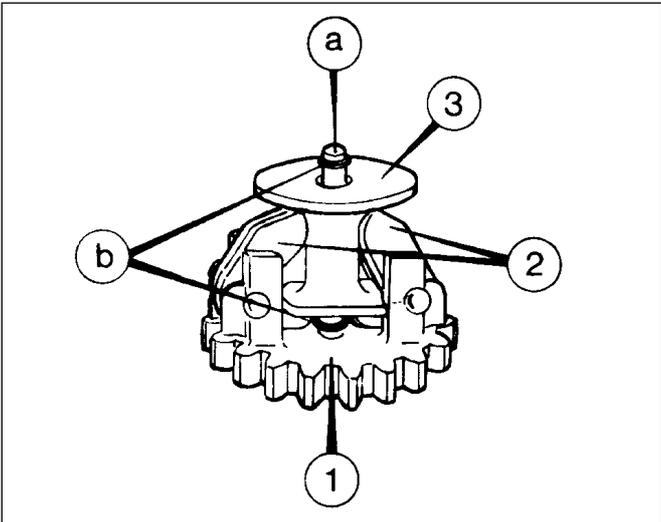

Abb. 33
**Fliehkraftregler Standardausführung (Abb. 33)**